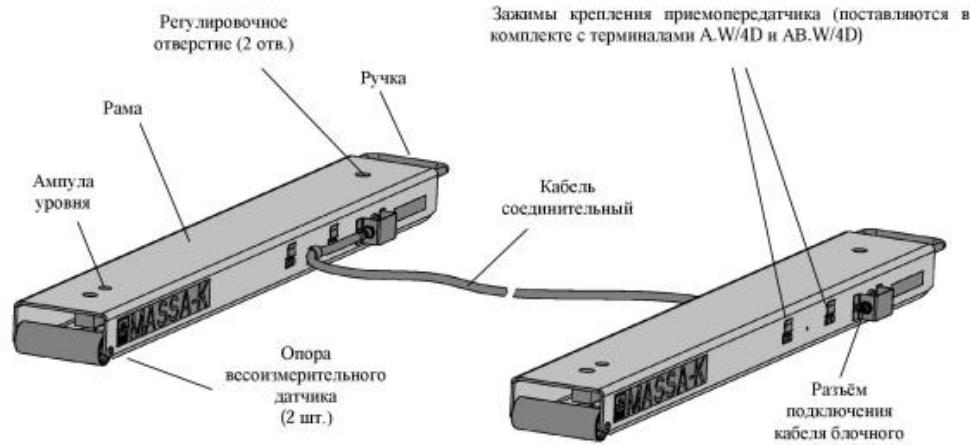

Рис. 4.1 - Модуль взвешивающий 4D-B
4.1 Модуль состоит из двух однотипных рам с весоизмерительными датчиками (Рис. 4.1).
5.2 Вынуть заглушки из регулировочных отверстий (см. Рис. 4.1). Вкрутить опоры в весоизмерительные датчики. Используя шлицевую отвертку, установить винт каждой из опор вровень с верхней гранью весоизмерительного датчика.
5.5 Подключить к рамам соединительный кабель, Рис. 4.1. Подключить к модулю взвешивающему блочный кабель.